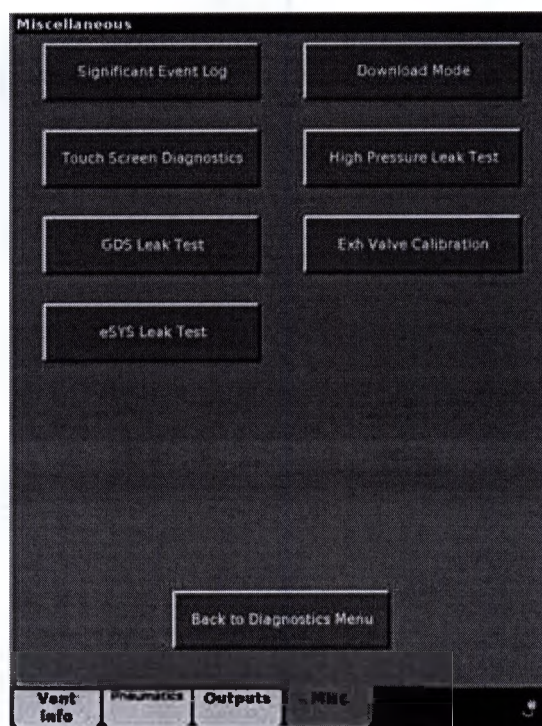

Рисунок E-11: Окно Прочее
- 2 Откроется окно Прочее (рис. E-11). Выберите кнопку **Журнал значимых событий**.